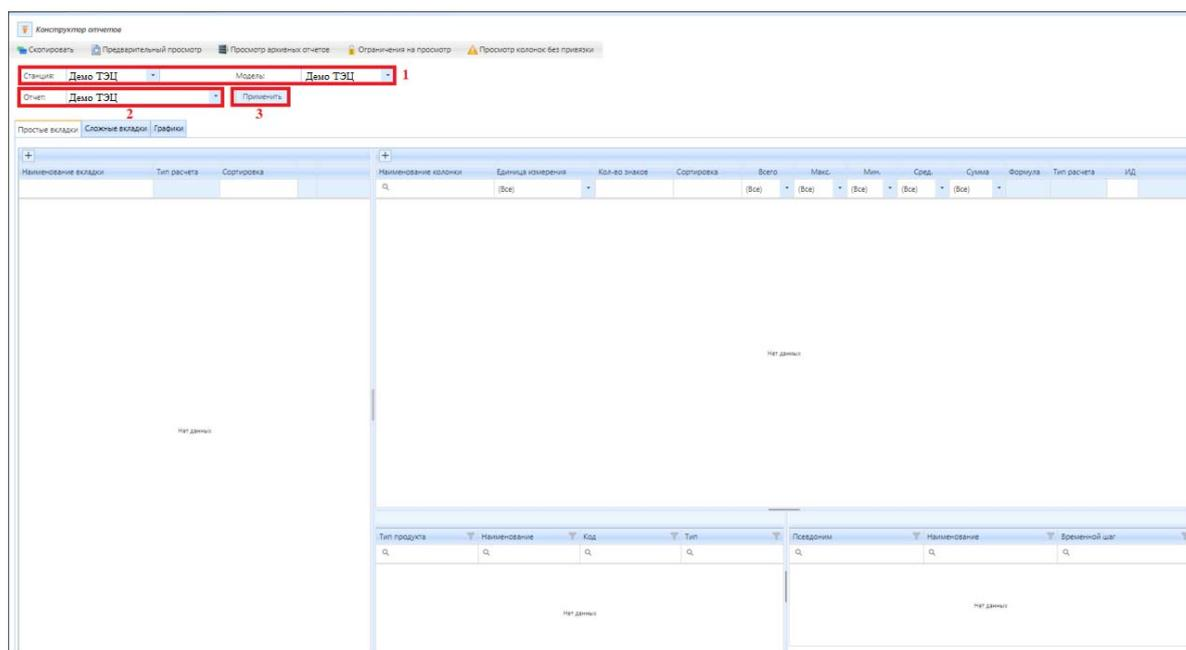
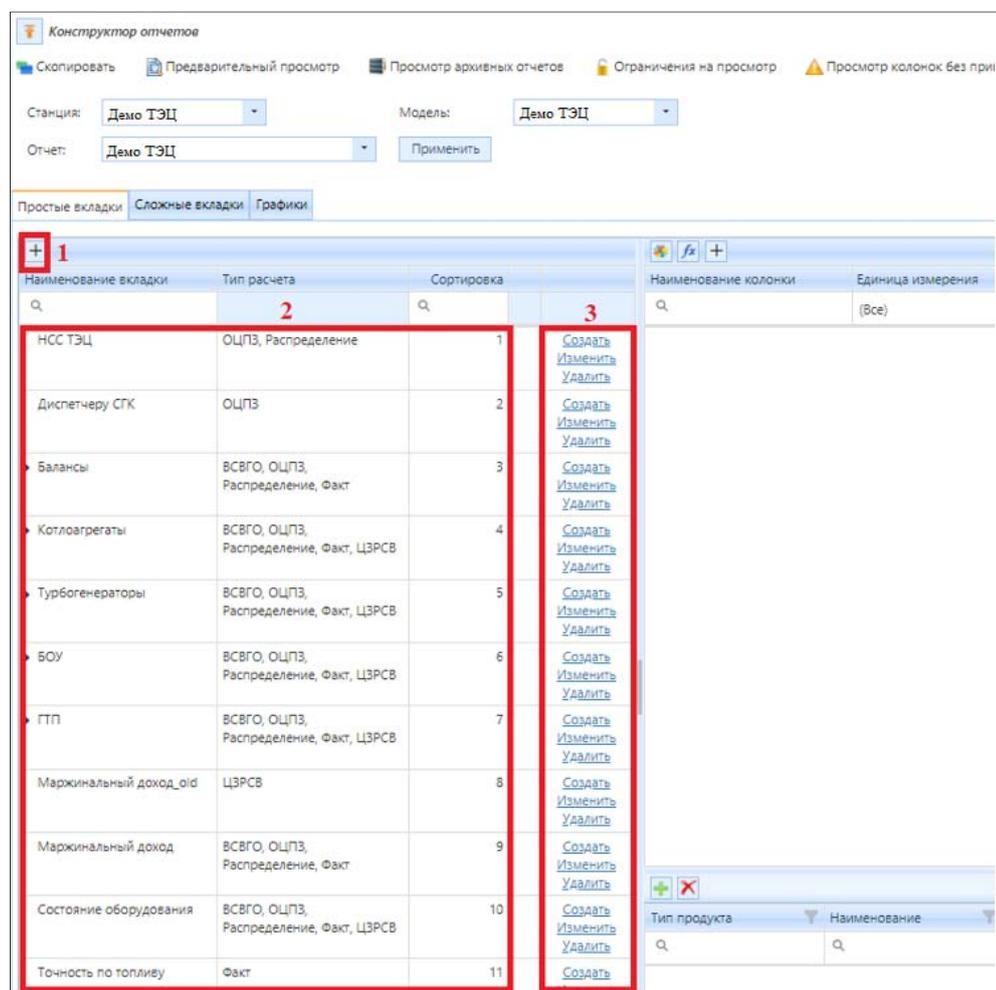

Рисунок 4.6.18 – Внешний вид подраздела «Конструктор отчетов»
Рисунок 4.6.19 – Создание вкладки в конструкторе формы отчета
Подраздел «Конструктор отчетов» предназначен для создания, утверждения формы отчета, редактирования формул и внесения изменений в форму отчета (рис. 4.6.18).
Для начала работы с конструктором формы отчета выберите станцию и модель в блоке (1) (рис. 4.6.18), установите из списка необходимый отчет, в котором хотите внести изменения в блоке (2) (рис. 4.6.18), далее нажмите кнопку (3) «Применить» (рис. 4.6.18).
Форма отчета представляет из себя форму с вкладками и колонками в виде древовидной структуры (блок 2) (рис. 4.6.18). Для создания новой вкладки нажмите на кнопку (1) «Создать» (рис. 4.6.19). В появившейся строке в блоке (2) (рис. 4.6.19) введите наименование и укажите в поле «Сортировка» порядковый номер созданной вкладки, отмечая тем самым желаемое положение созданной вкладки по отношению остальным вкладкам поля (2) (рис. 4.6.19). Далее нажмите кнопку «Сохранить» для сохранения созданной вкладки или кнопку «Отменить» для того, чтобы отменить
создание новой вкладки. Для создания дополнительных вкладок, относящихся к одной вкладке в блоке (3) (рис. 4.6.19), нажмите кнопку «Создать» по аналогичному принципу, описанному выше.